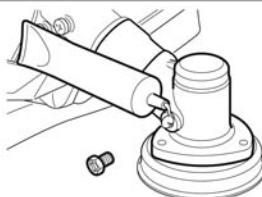

Fig. 39
- > Aplicați lubrifiantul corespunzător (Fig. 39).